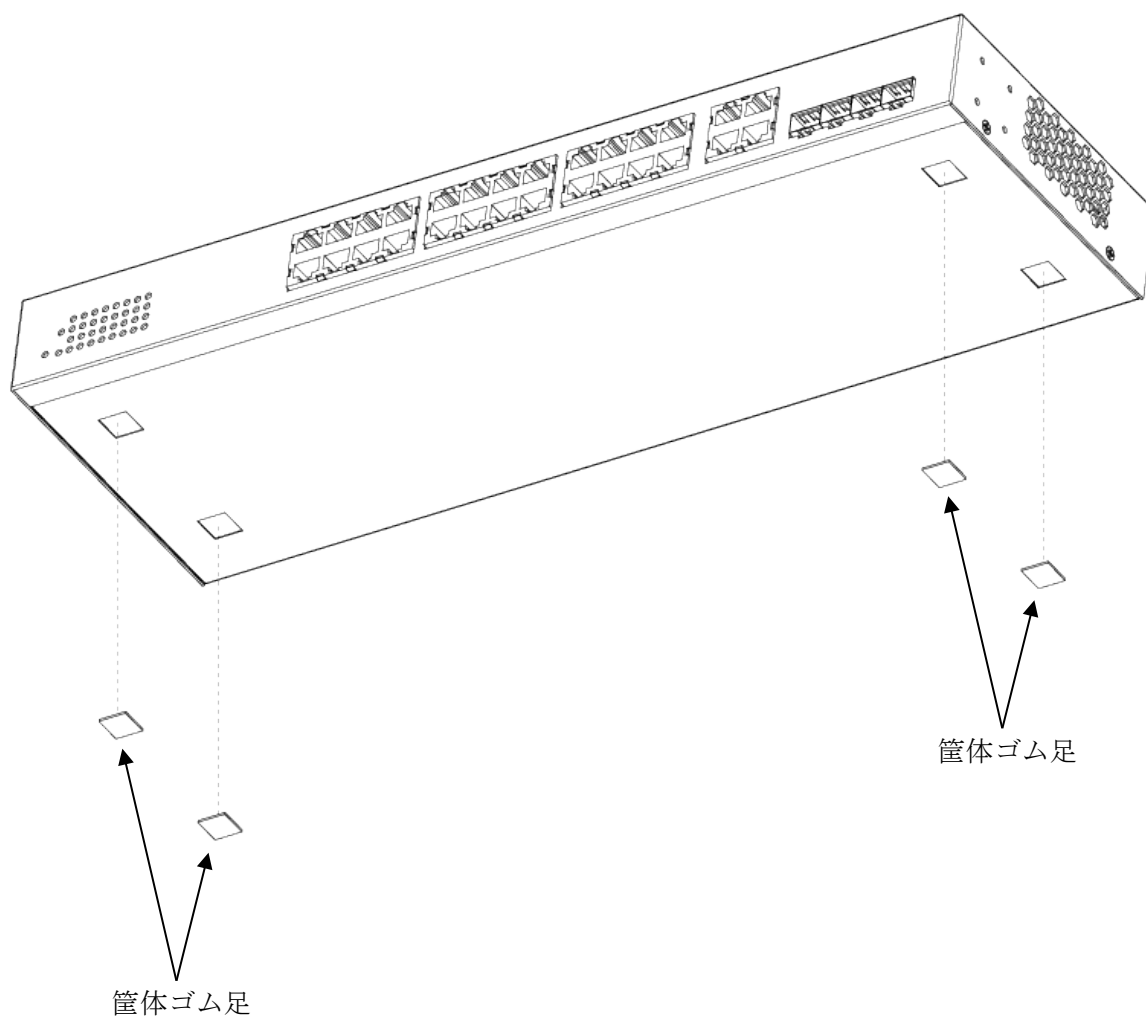

図 3-7 筐体ゴム足の取り付け方法
- (1) 筐体ゴム足の剥離紙をはがします。
- (2) 製品底面の四角い凹み部(4ヶ所)にゴム足を貼り付けます。（図 3-7 参照）